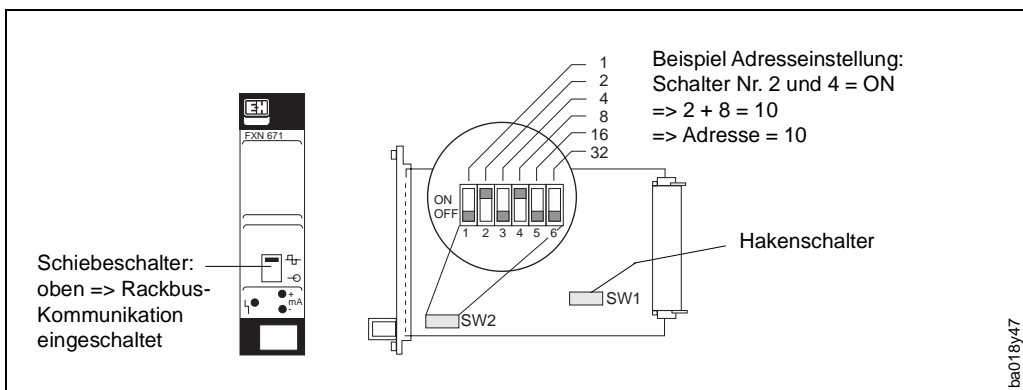

Abb. 31:
- Schiebeschalter auf der FXN 671-Frontplatte nach oben schieben (Abb. 31) => Rackbus Kommunikation eingeschaltet. Solange der Schiebeschalter an der FXN 671-Frontplatte in der oberen Stellung ist, ist keine Vorortbedienung am Prowirl 70-Meßgerät möglich.
- Hakenschalter SW1 offen (Abb. 31) => 250 Ω Widerstand zugeschaltet.
- Rackbus-Adresse über DIP-Schalter SW2 einstellen (Abb. 31) => Einstellen einer Adresse zwischen 0 und 63.